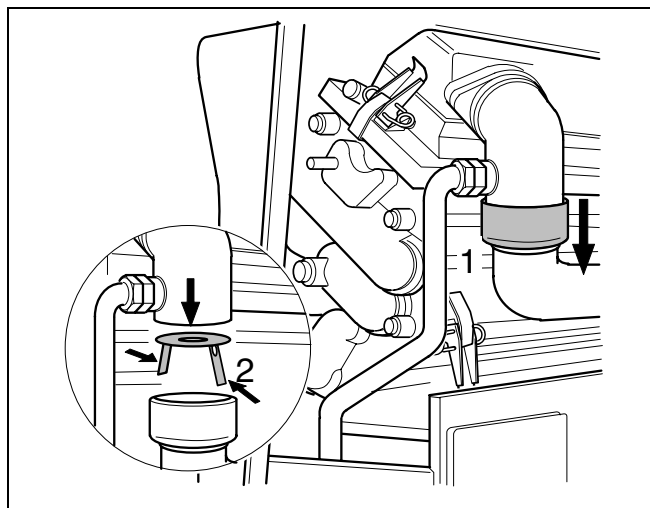

Fig. 46 Sostituire l'ugello dell'aria
- Estrarre il flessibile di collegamento al ventilatore (fig. 46, pos. 1) e rimuovere l'ugello dell'aria (fig. 46, pos. 2).